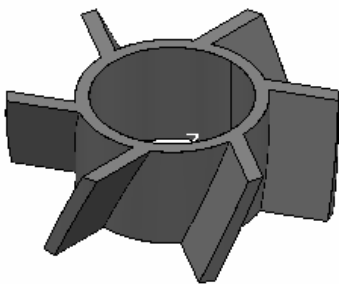

图 5-145 导入模型文件
- 2) 选择下拉菜单中的“文件”→“输入模型”命令，弹出“输入模型”对话框，选择“yelun.dgk”（“随书光盘:\第5章\5.3\uncompleted\yelun.dgk”）文件，单击“打开”按钮即可，如图 5-145 所示。